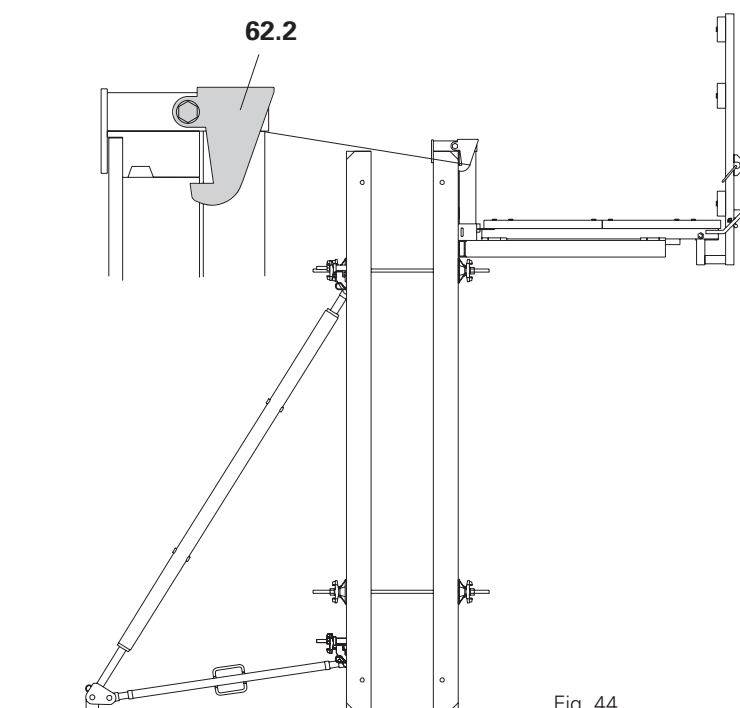

Fig. 44
5. Afmonter firestrengsophænget. Sikringskrogen **62.2** griber under rammeprofilen og sikrer. Fig. 44.